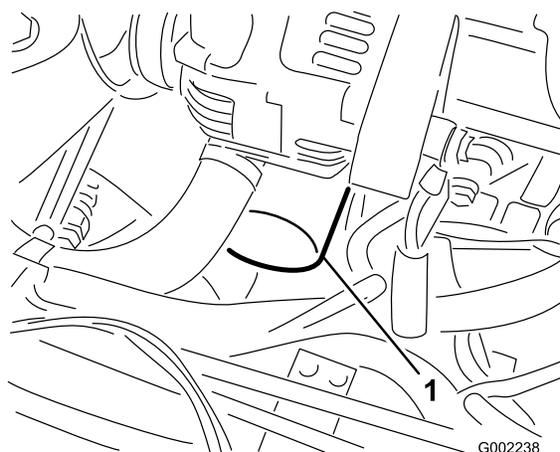

Figura 42
10. Montate il nuovo filtro dell'olio sull'adattatore. Girate il filtro in senso orario finché la guarnizione di gomma non tocca l'adattatore, quindi serrate il filtro di un altro mezzo giro (Figura 42).